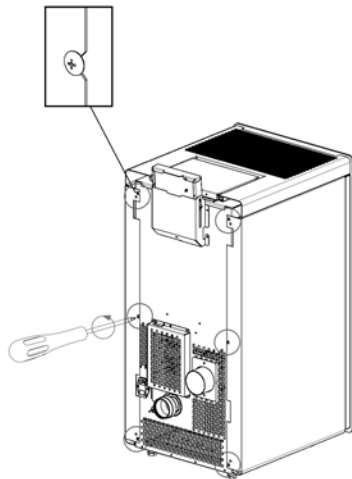

Fig. 69 - Schrauben lösen
- Die 4 hinteren Schrauben heraus-schrauben (siehe **Fig. 69**).
- Die 6 hinteren Schrauben herausschrauben (siehe **Fig. 69**).